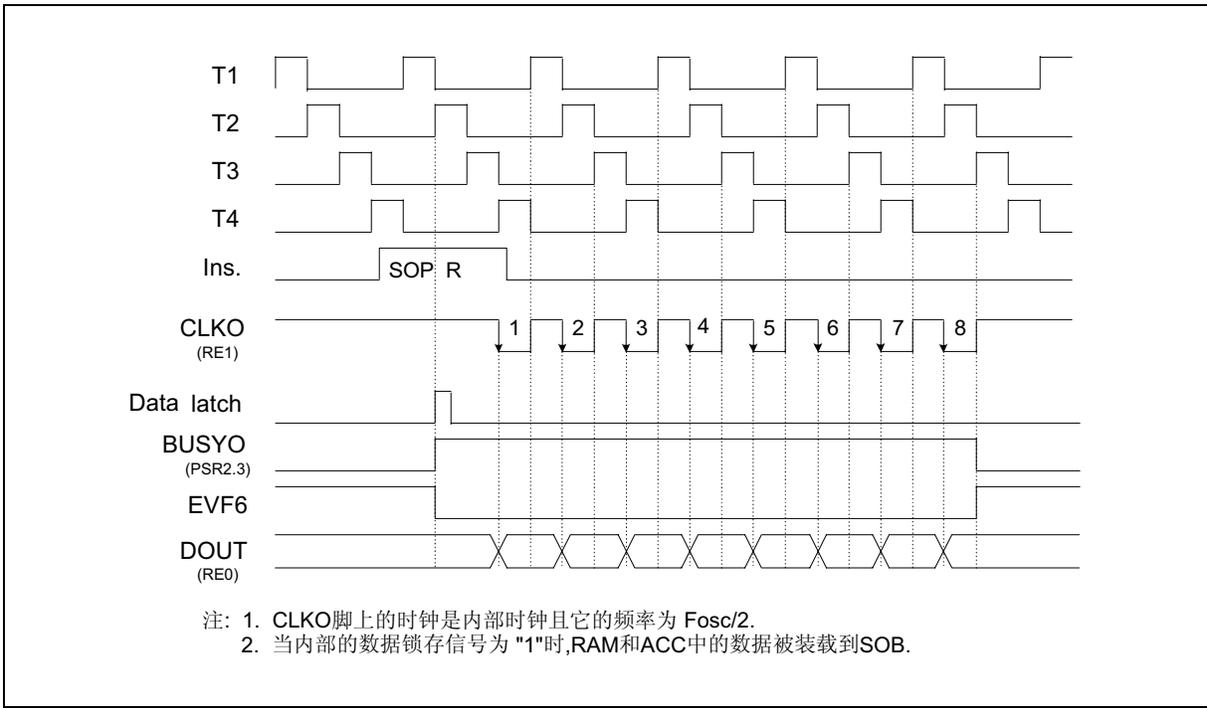

图10. 串口数据输出时序图(SOP R)
- (2) 执行SOP R 指令后, 数据将被装载到串行输出缓冲器(SOB)中, 并把端口状态寄存器2的第3位设为"1" ( $BUSYO = 1$ )。然后CLKO脚送出8个时钟, 在时钟的下降沿SOB中的数据被发送出去。在发送8时钟后,  $BUSYO$ 被重设为"0" 并把EVF.6设为"1"。此时, 如果IEF.6被设置( $IEF.6 = 1$ ), 将会执行相应的中断程序; 如果HEF.6 被设置( $HEF.6 = 1$ ), hold状态将被结束。用户可以通过检测PSR2.3 ( $BUSYO$ ) 可以判断串口发送数据是否完成。如果在发送没有完毕时再次执行SOP R指令数据将丢失。时序图如图10。